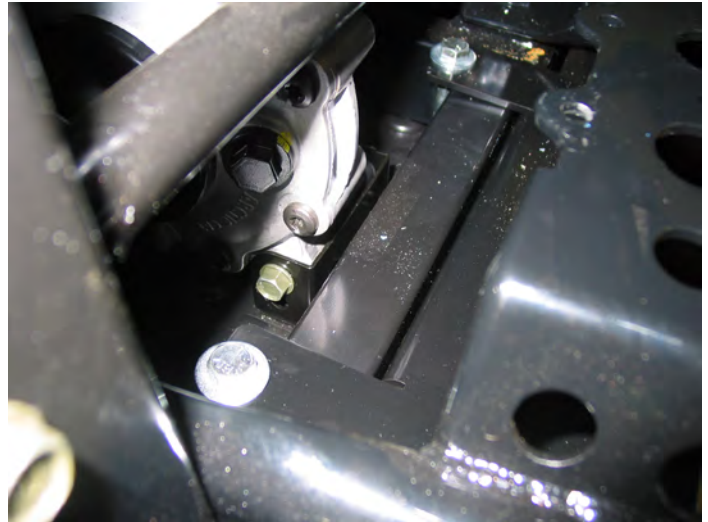

Figure 9a
6. Installez les boulons M10 x 95 mm de long dans le haut du support de montage de lame avant, à travers les languettes inférieures, et fixez-les avec des rondelles plates 3/8 et des écrous à frein élastique M10. Voir les figures 9a et 9b.